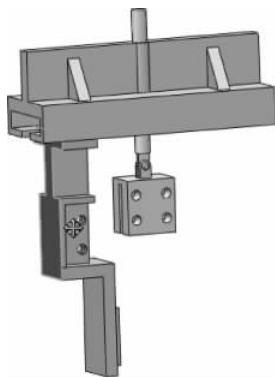

图 3-104 移动零件
(4) 单击【装配体】工具栏中的【移动零部件】按钮 , 然后在图形区域中拖动夹具沿着支座的滑槽移动到合适的位置, 最终效果如图 3-104 所示。